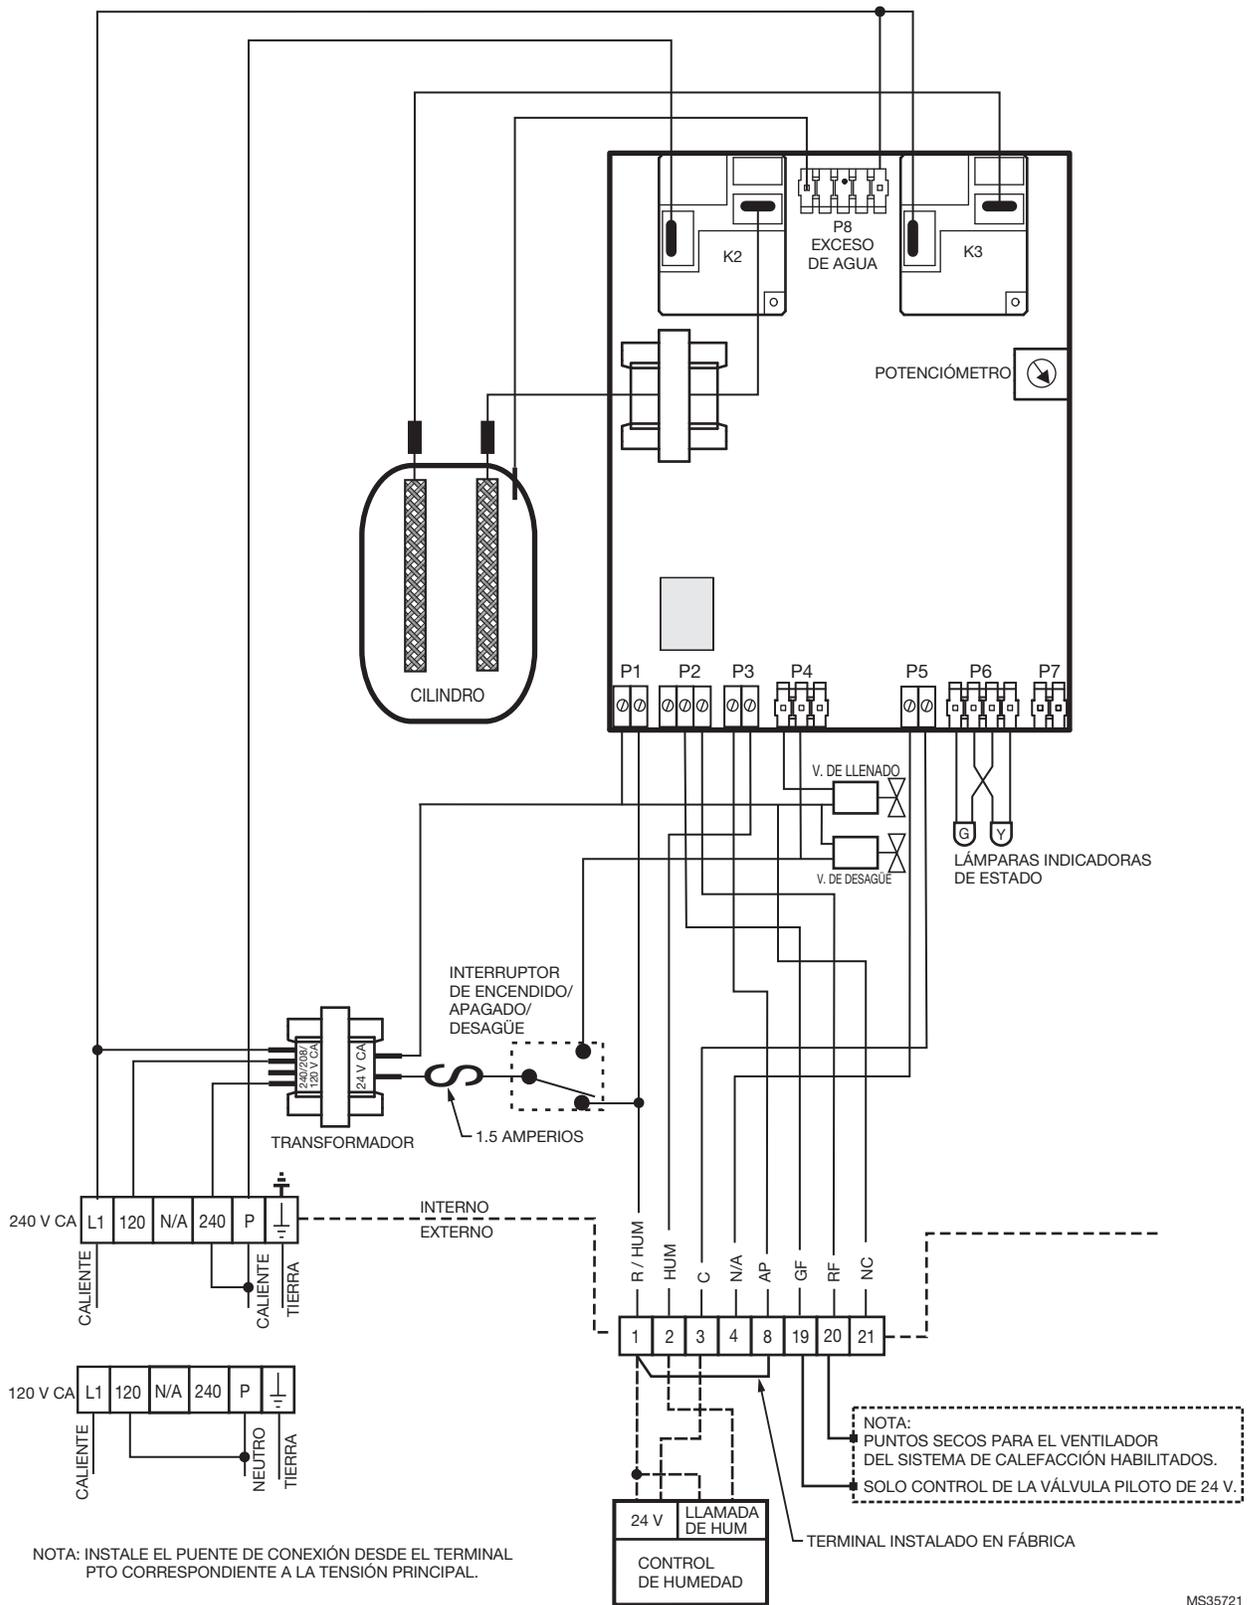

Fig. 12. Diagrama de cableado.
1. Desconecte los arneses de cableado y anote las posiciones de sus terminales. (Consulte la Fig. 12, "Diagrama de cableado", en la página 11.)